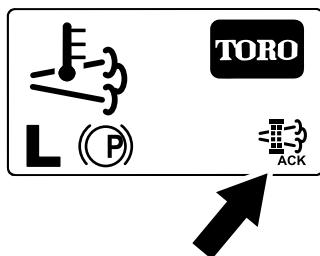

図 50
8. インフォセンターはホーム画面となり、再生実施中は画面右下に再生実施中アイコン図 50 が表示される。